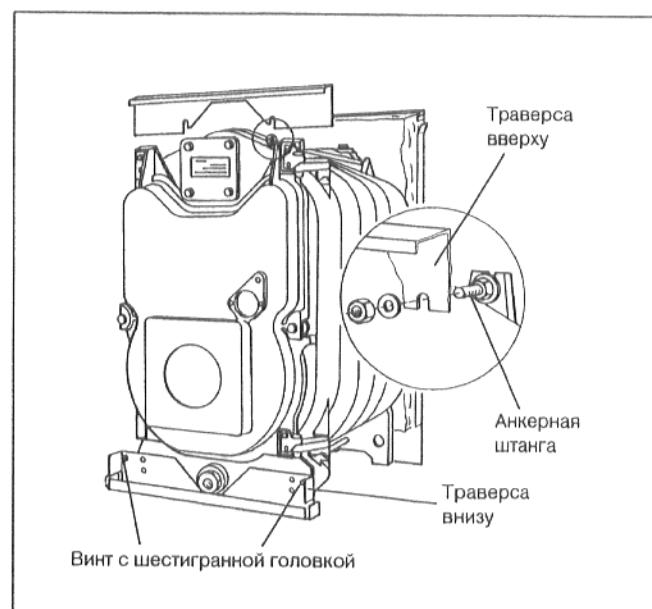

рис. 18
- Для крепления траверсы вверху снять с каждой верхней анкерной штанги первую гайку (рис. 18).
- Вставить продольное отверстие траверсы слева и справа в верхние анкерные штанги и затянуть гайки (рис. 18).
- Привинтить траверсу внизу слева и справа к передней секции, использовав по одному винту с шестигранной головкой (рис. 18).